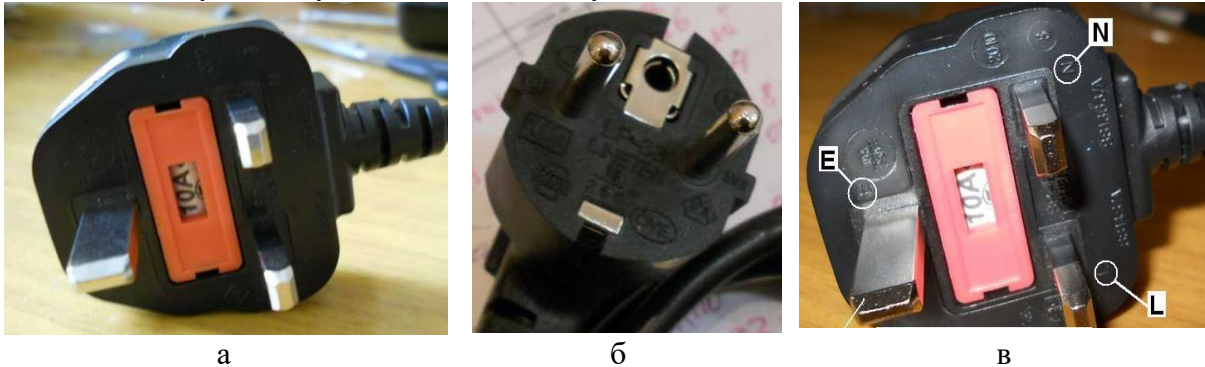

Рисунок 1
Досліджуваний об'єкт (кабель з нестандартною вилкою) представлений на рис. 1 а, для порівняння на рис. 1 б показана поширена євровилка.
2. Друга відмінність обумовлена її конструктивним рішенням, полягає у «правильності її роботи» при підключенні і відключенні. Суть полягає в наступному. Штир захисного заземлення (рис. 1.в), позначений на вилці літерою (E), виконаний більш великим і довгим, ніж фазний (L) і нульовий (N) контакти. При включенні вилки в розетку першим буде виникати електричний контакт між захисним провідником і штирьовим контактом E (в силу його більшої довжини) і тільки потім відбудеться підключення фазного і нульового провідника. При вимиканні приладу з розетки процес повторюється з точністю до навпаки, тобто першими відключаються фазний і нульовий провід, і тільки потім - захисний провід.